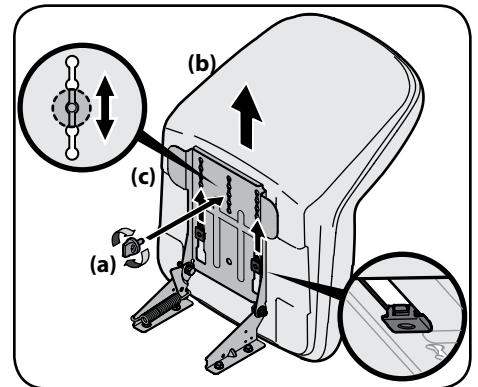

Figura 2-6
- Deslice el asiento (b) hacia atrás en el soporte de pivotaje del asiento (c), alineando la ranura trasera central del soporte de pivotaje del asiento (c) con el orificio restante de la base del asiento (b). Consulte la Figura 2-6.
NOTA: Asegúrese que las dos lengüetas del asiento se enganchan en el soporte de pivotaje del asiento, como se muestra en el recuadro inferior derecho de la Figura 2-6.
- Seleccione la posición deseada del asiento (b) y fíjelo con la perilla de ajuste (a) que retiró en el Paso 1. Consulte la Figura 2-6.
asiento (b). Deslice el asiento (b) hacia adelante o hacia atrás, según lo deseé. Vuelva a colocar la perilla de ajuste (a). Consulte la Figura 2-6.